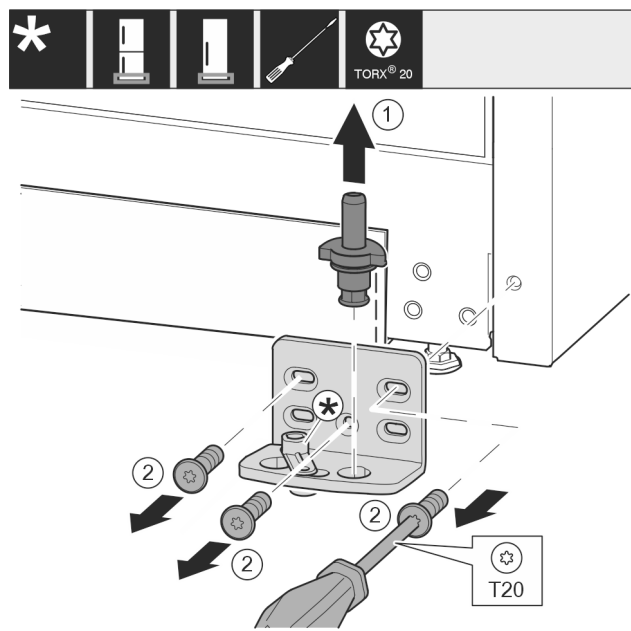

Fig. 11
- Estrarre completamente verso l'alto i perni di supporto Fig. 11 (1).
- Svitare le viti Fig. 11 (2) con un cacciavite e rimuovere il blocco di supporto.